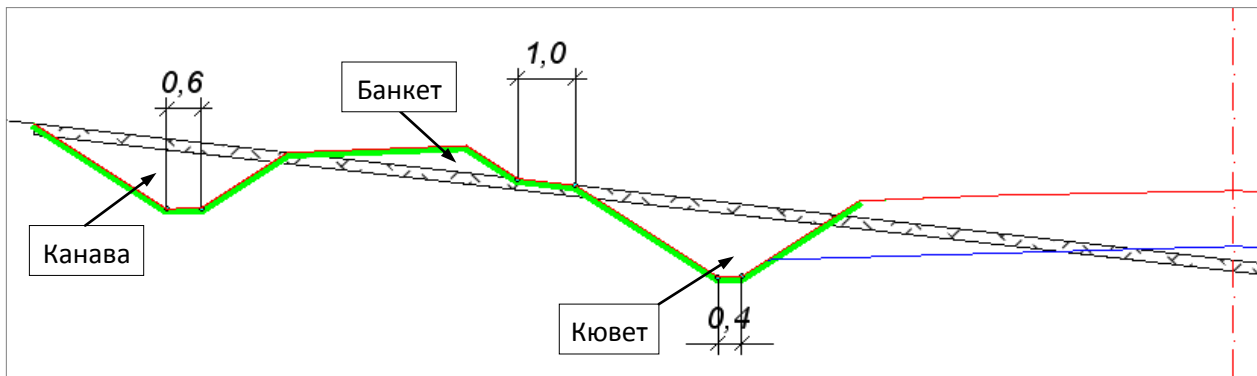

Рис. 8. Насыпь с кюветом и нагорной канавой
2.1. Для насыпей высотой до 1 м предусмотрено устройство кюветов с возможным построением внешнего откоса кювета по параметрам стиля выемки. В результате мы получаем поперечник насыпи с кюветом и нагорной канавой (рис. 8).